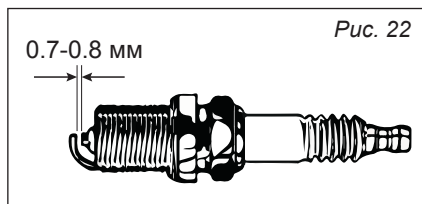

Рис. 22
4. Проверьте расстояние между электродами калибром толщины и установите зазор 0,76 мм при необходимости (рис. 22).